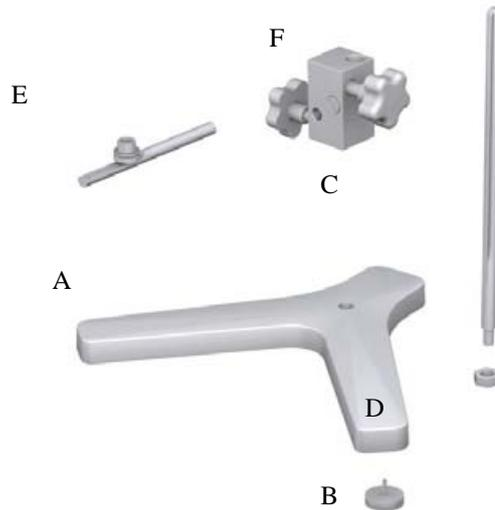

Figure 5 Montage du socle du viscosimètre
- Retirez toutes les pièces de la mallette de transport. Prenez comme référence la figure ci-dessous (Figure 5).
- Fixez correctement les trois vis de mise à niveau (B) au socle en forme d'Y (A).
- Fixez le bras de support (C) sur le socle (A) à l'aide du contre-écrou (D).
- Placez la noix de couplage (F) sur le bras de support. Le viscosimètre doit être raccordé à la noix de couplage(F) par le biais du bras de fixation(E).